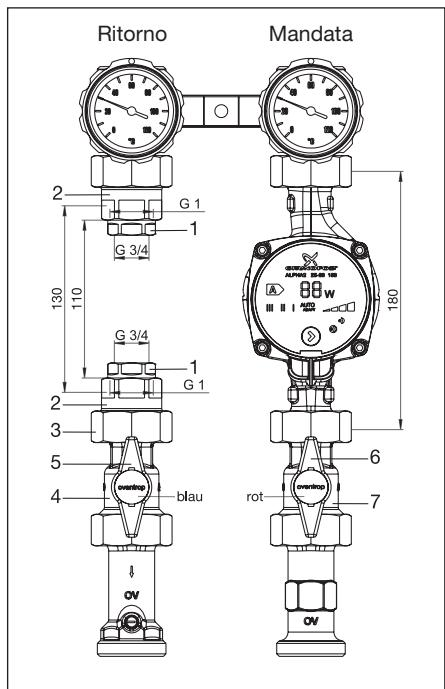

Fig. 5.1 Set installazione contacalorie per "Regumat S-180" DN25 con valvola a sfera prima della pompa (2015)
- Avvitare gli attacchi G ¾ fil.F (1) delle riduzioni G ¾x G 1 al contacalorie, con le guarnizioni annesse.
- Avvitare gli attacchi G 1 fil.F (2) delle riduzioni G 1 x G 1, con le guarnizioni annesse, alle riduzioni precedentemente fissate (1).
- Rimuovere la valvola a sfera esistente (4) datta tubazione di mandata e installarla sulla tubazione di ritorno.
- Avvitare il contacalorie sulla tubazione di ritorno, con le guarnizioni e calotte in dotazione (3).
- Installare la valvola a sfera con pozzetto per sonda di temperatura (7) sulla tubazione di mandata (Attenzione: A seconda del modello del sensore di temperatura, la posizione della valvola a sfera può essere scelta diversamente (vd Fig. 5.1 e 5.2). Sostituire i volantini (5, 6) con i tappi blu e rosso.
L'installazione di un contacalorie con interasse di 130 mm è identica a quella del contacalorie con interasse di 110 mm, solo non sono necessarie le riduzioni G ¾ x G 1 (1) e rispettive guarnizioni (vd Fig.. 5.1 e 5.2).